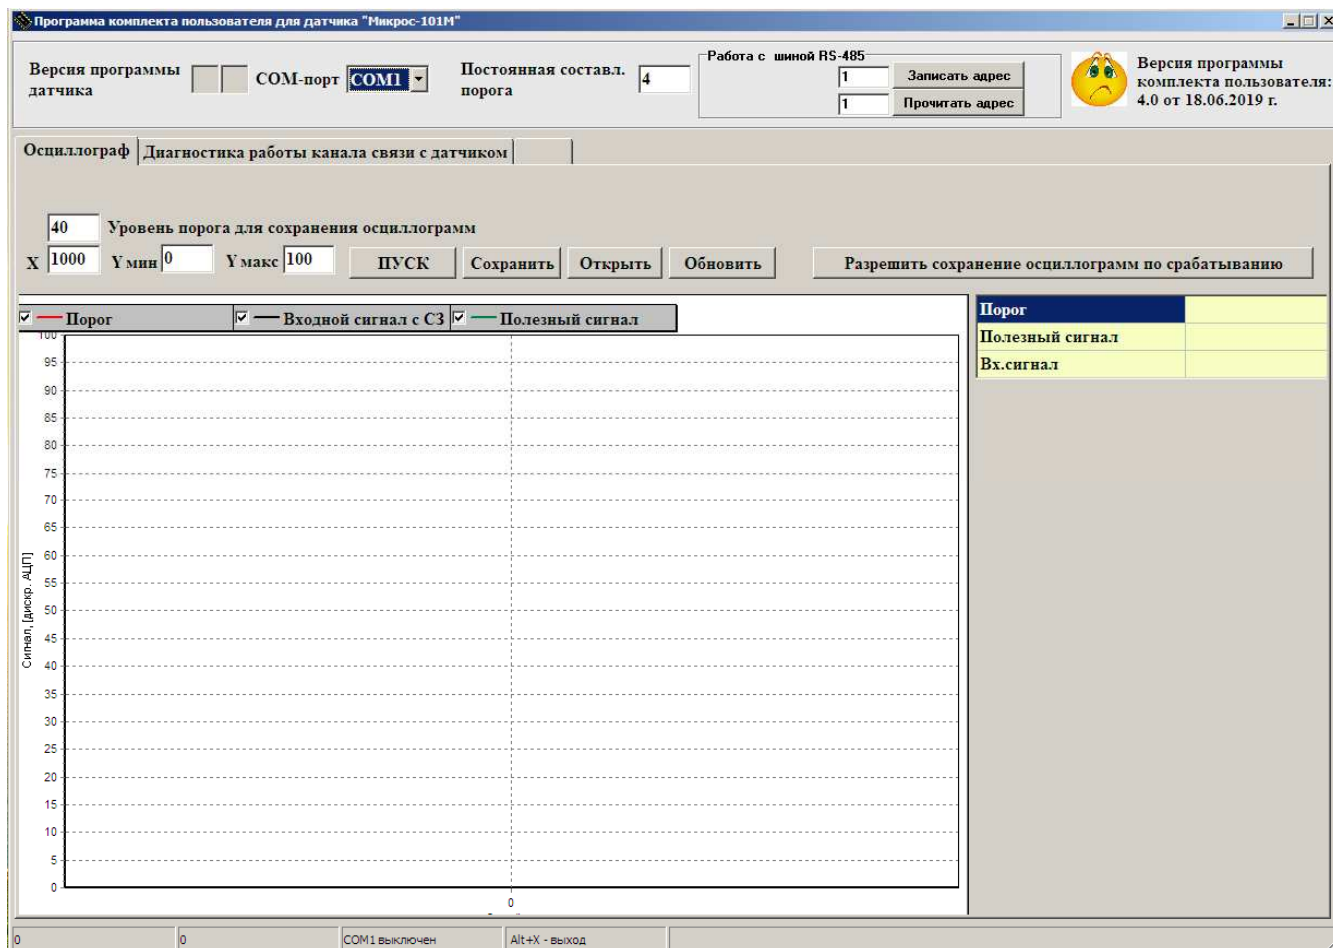

Рис. 3.1 – Главное окно программы
2. После загрузки операционной системы Windows запустите программу «UserStendMic101M.exe» из папки «UserStendMic101M» жёсткого диска. Откроется главное окно программы (см. Рис. 3.1).
4. В выпадающем списке «COM-порт» программы выберите номер COM-порта ЭВМ, к которому подключен датчик (см. Рис. 3.1).
6. Нажмите на кнопку «ПУСК» (см. Рис. 3.1). Через 30 секунд после включения питания начнётся прорисовка осциллограмм основных сигналов датчика. Чёрным цветом будет отображаться входной сигнал с сигнализационного заграждения, зелёным – полезный сигнал, значение которого сравнивается с пороговым, красным -текущий пороговый сигнал (работа в окне «Осциллограф» будет подробно рассмотрена в разделе 4.1 данного документа).
В заголовке программы отображается название программы (см. Рис. 3.1).